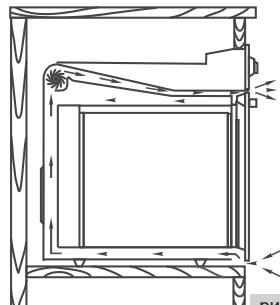

рис. 6
- Для устранения нагрева стенок при работе электрошкафа в конструкции предусмотрено наличие принудительного охлаждения с выводом теплого воздуха между панелью управления и дверцей электрошкафа (рис. 6).